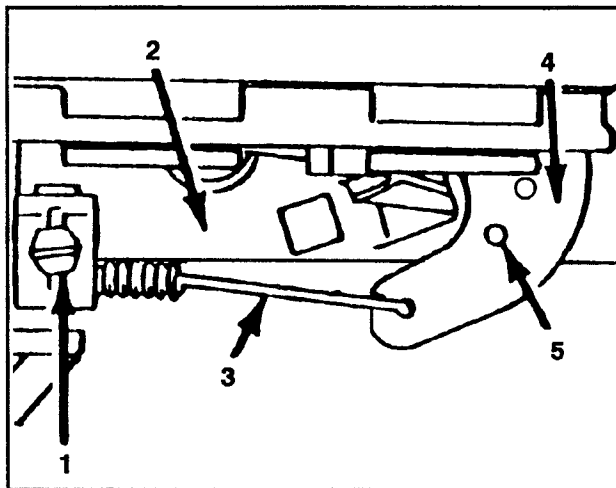

Figure 21
3. Desserrer le serre-câble jusqu'à ce que le câble glisse librement (fig. 21).
4. Déplacer le câble vers la gauche ou la droite jusqu'à ce que les trous du levier et du support de la commande des gaz soient alignés (fig. 21).